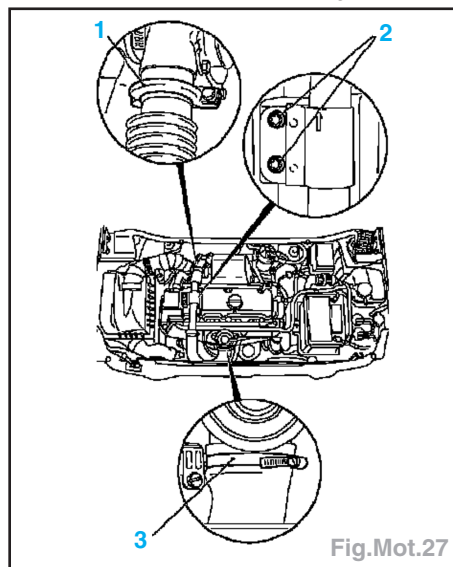

Fig.Mot.27
- Déposer du déflecteur d'eau le revêtement du déflecteur d'eau (1).
- Déposer les vis de fixation (3) et les écrous de fixation (4).
- Retirer l'isolation de l'élément de fermeture de tablier (5).
- Desserrer le collier de serrage (3) du flexible d'air de suralimentation (Fig.Mot.27).